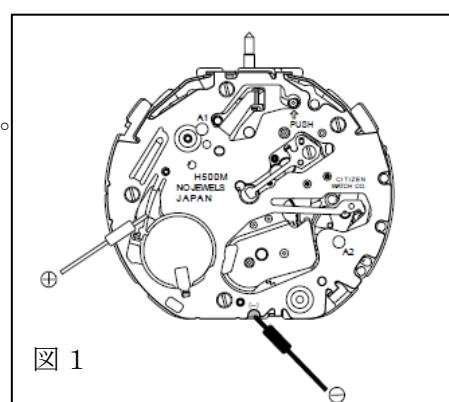

図 1
- ② クロノグラフ針は帰零状態にすること。
- ③ 「クオーツ時計用提出用紙」と一緒に提出すること。
(5) 消費電流測定
- ① クロノグラフ機能停止状態で測定すること。
- ② 測定器のリード棒位置は図 1 を参照すること。